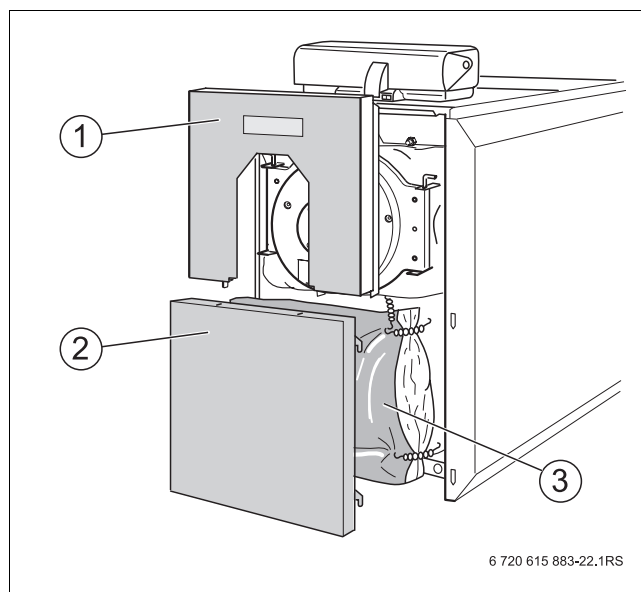

Рис. 29 Чистка отопительного котла (SB315)
- ▶ Установите нижнюю и верхнюю передние стенки котла (→ рис. 29, стр. 30).